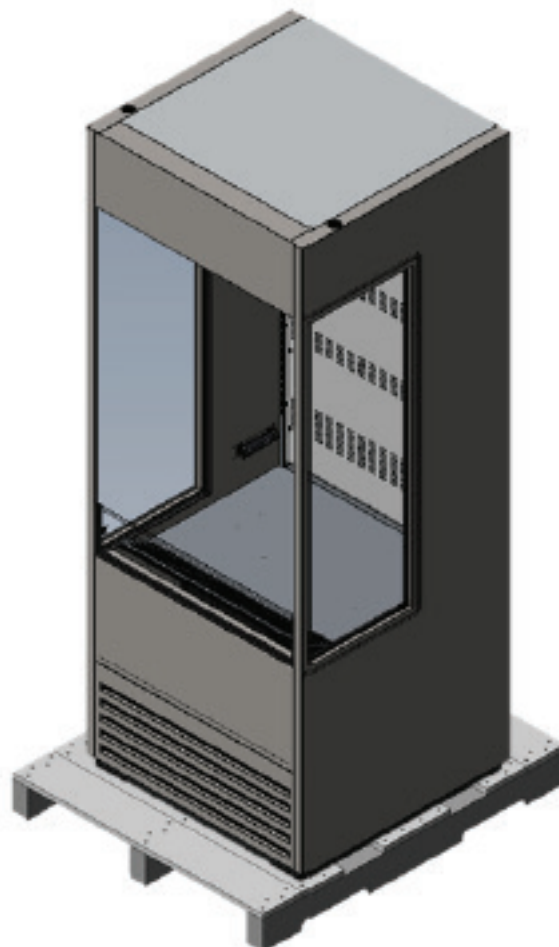

Fig. 1. Togliere l'imballaggio esterno.
1. Rimuovere l'imballaggio esterno, (cartone e bolle o angoli in Styrofoam e plastica trasparente). Si veda la fig. 1 Ispezionare il prodotto per verificare che non vi siano danni nascosti. Anche in questo caso, qualora venisse rilevato un danno, presentare immediatamente un reclamo al trasportatore.